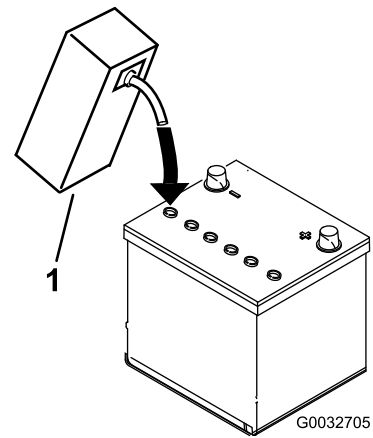

Figure 4
3. Versez de l'électrolyte avec précaution dans chaque élément jusqu'à ce que les plaques soient recouvertes d'environ 6 mm de liquide (Figure 4).
4. Attendez environ 20 à 30 minutes pour donner le temps aux plaques de s'imprégner d'électrolyte. Faites l'appoint au besoin pour faire monter le niveau de liquide à environ 6 mm en dessous du creux de remplissage (Figure 4).